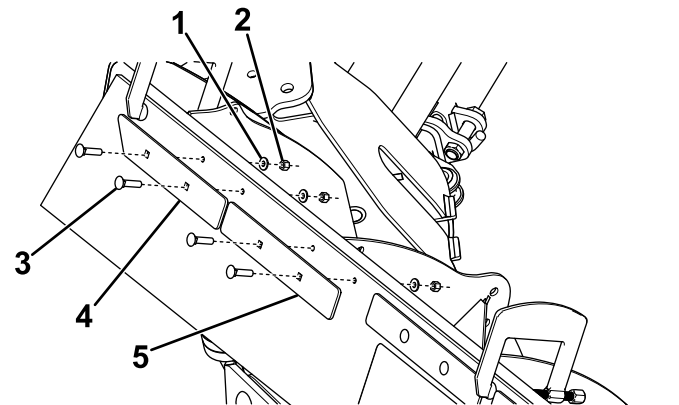

Bild 5
Hinweis: Wenn Ihr Schneepflug keine Löcher hat, die Sie als Schablone verwenden können, verwenden Sie Bild 5 als Schablone für die Bohrstellen.
4. Befestigen Sie die 45°-Streifen mit vier Schlossschrauben (5/16"), vier Unterlegscheiben (5/16") und vier Nylon-Sicherungsmuttern (5/16") an den inneren Bohrungen, wie in Bild 5 dargestellt.
5. Befestigen Sie die rechteckigen Streifen an den verbleibenden Löchern (Bild 5) mit den